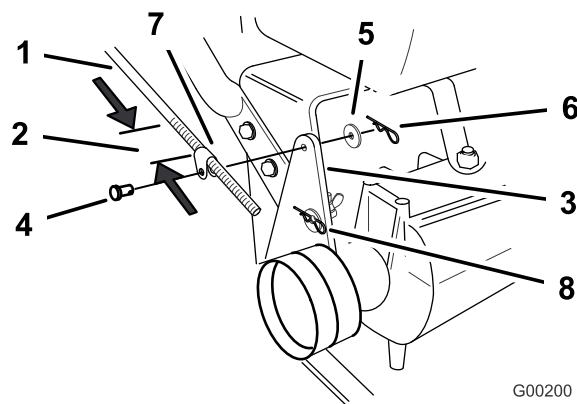

Figure 10
2. Vérifiez que les tiges sont équidistantes sur chaque tige de commande. Les tiges de commande doivent se trouver à environ 89 mm (3,5 po) du début du filetage pour la position la plus basse du guidon (Figure 10).
3. Enfilez les axes de chape dans les fixations et les trous de montage des pattes de la poulie de tension (en passant par l'extérieur) (Figure 10). Fixez-les en place avec les rondelles et les goupilles fendues (Figure 10).